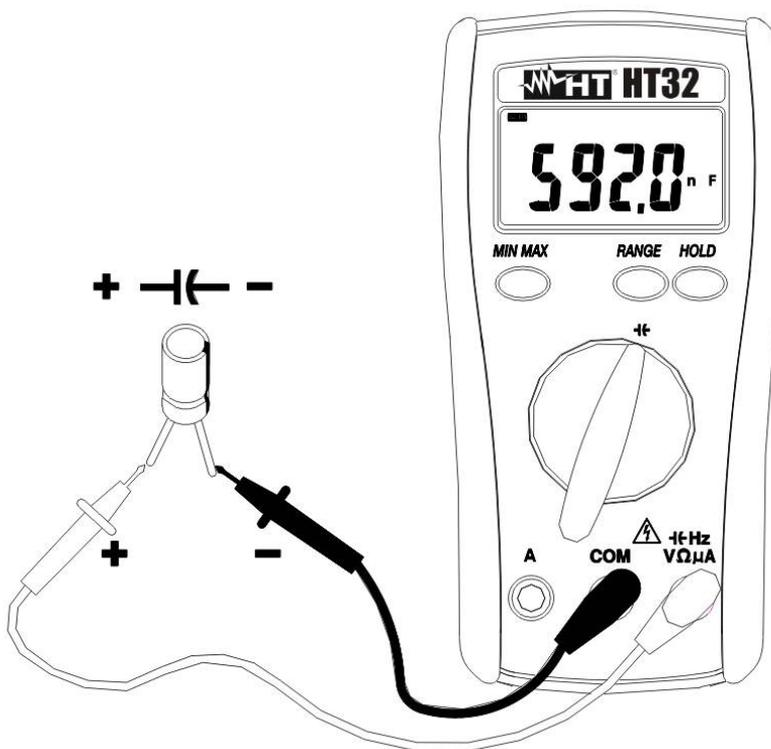

Abb. 8 Kapazitätsmessung
2. Verbinden Sie die Messleitungen wie folgt, die rote  $\rightarrow$  **HzVΩμA** Buchse und die schwarze in **COM** Buchse (Abb. 8).